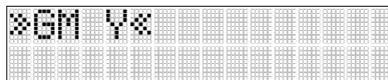

Fig. 18 Sous-menu GradeMatch
- 6.) Appuyez brièvement sur le bouton E (j) pour accéder au sous-menu GradeMatch ; confirmez l'axe Y en appuyant à nouveau sur le bouton E (j) pour lancer la fonction GradeMatch (voir fig. 18).